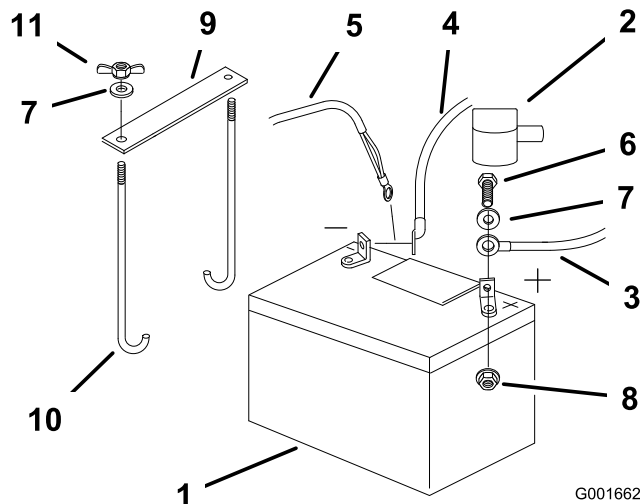

Figure 44
4. Commencez par débrancher le câble négatif et le câble de masse de la borne négative (-) de la batterie (Figure 44).
5. Enlevez le capuchon rouge de la borne positive (rouge) de la batterie. Débranchez ensuite le câble positif (rouge) de la batterie (Figure 44).
- Retirez les deux écrous à oreilles (1/4 pouce) de fixation de la barrette de maintien de la batterie (Figure 44).
- Placez la batterie dans son support en tournant les bornes vers le moteur (Figure 44).
- Fixez les câbles avec 2 boulons (1/4 x 3/4"), 2 rondelles (1/4 pouce) et 2 contre-écrous (1/4 pouce) (Figure 44).
- Fixez la batterie en position avec des boulons en J, une barrette de maintien et 2 rondelles (1/4 pouce), ainsi que 2 écrous à oreilles ((1/4 pouce)) (Figure 44).